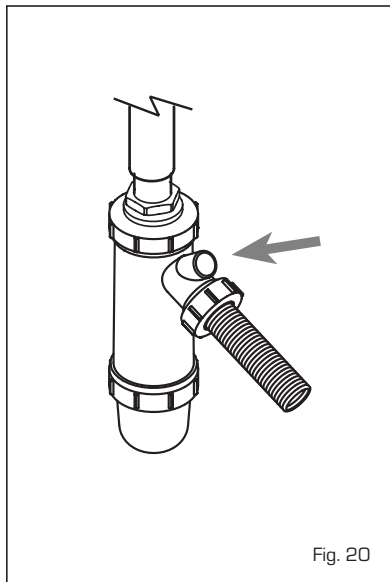

Fig. 20
4.5 MANTENIMIENTO (fig. 20)
Durante las operaciones de mantenimiento se debe comprobar que el gotero sifón esté lleno de agua (verificación necesaria especialmente cuando hace mucho tiempo que no se utiliza el generador). El eventual llenado se efectúa con la boca correspondiente (fig. 20).